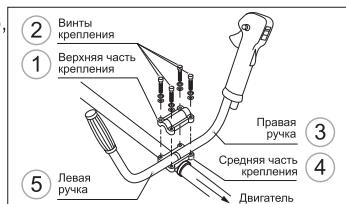

Рис. 2
1. Снимите верхнюю часть крепления рукояток выкрутив 4 винта **2** (рис. 2). Установите рабочие рукоятки **3** и **5** (рис. 2). Правая рукоятка **3** (рис. 2) снабжена органами управления двигателем, курок правой рукоятки должен быть направлен в сторону редуктора.
1 (рис. 2),